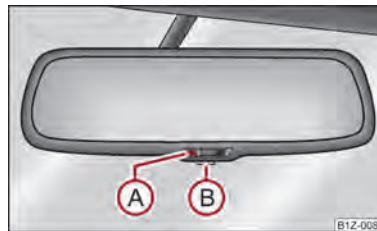

Fig. 40 Retrovisor interior antideslumbrante automático
- Pulse la tecla (B) ⇒ fig. 40, el testigo (A) se encenderá.